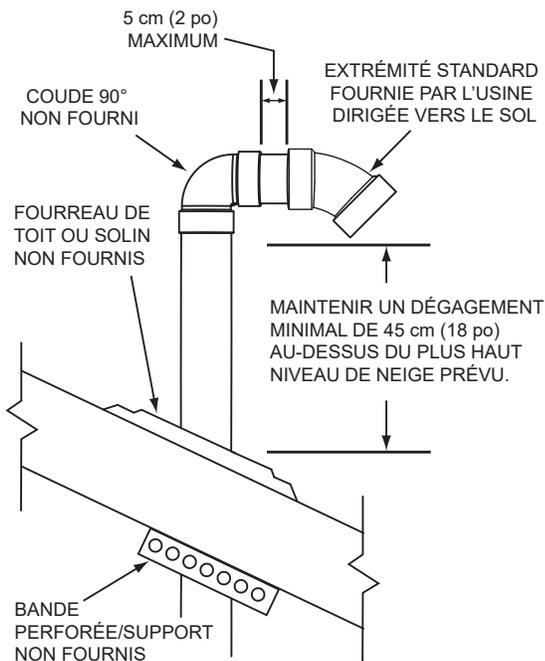
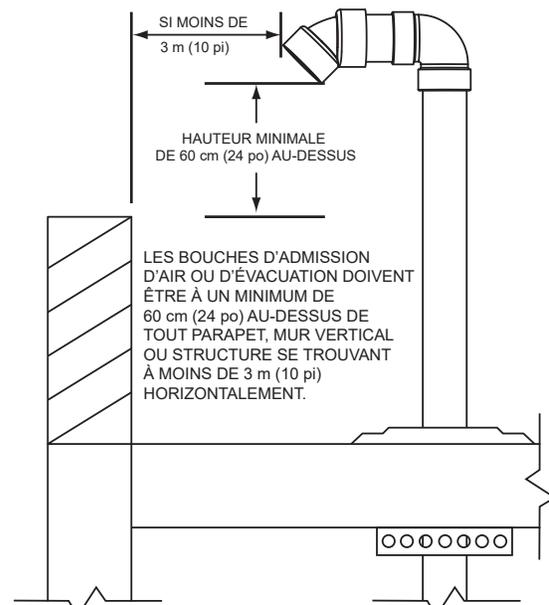
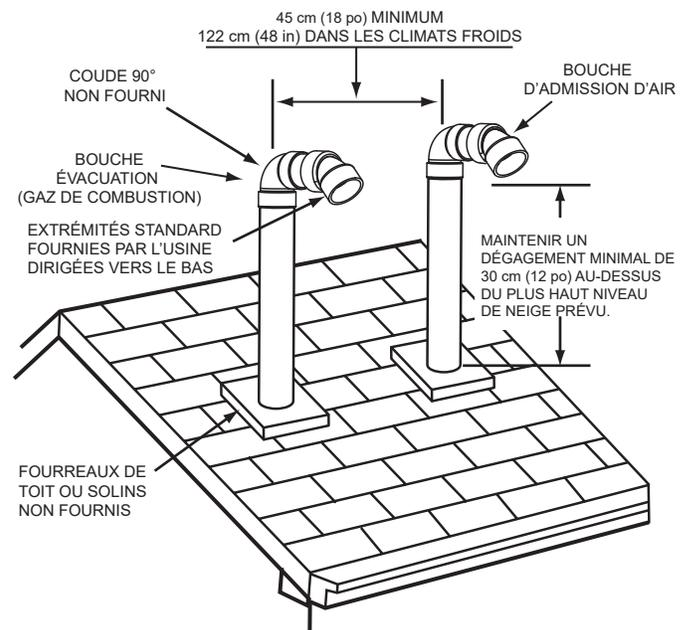

Figure 31. Installation à extrémité(s) verticale(s)
Figure 32. Extrémité(s) verticale(s) - Dégagement sur toit plat à parapet
Figure 33. Extrémité verticale - Évacuation directe
2. Pour installer uniquement la tuyauterie d'évacuation (gaz de combustion) dans une configuration à dispositif d'évacuation mécanique vertical à travers le toit, s'assurer que tous les dégagements verticaux extérieurs prescrits, illustrés à la **Figure 31** et la **Figure 32** (page 37), sont bien respectés. Ces dégagements et ceux cités par les codes locaux et nationaux doivent être maintenus.
Remarque : Pour les installations sur toits-terrasses, la bouche d'évacuation doit être d'un minimum de 60 cm (24 po) au-dessus de tout parapet, tout mur vertical ou toute structure se trouvant à moins de 3 m (10 pi) horizontalement. Voir **Figure 32**.
3. Pour installer la tuyauterie d'admission d'air et d'évacuation dans une configuration à évacuation directe verticale à travers le toit, s'assurer que tous les dégagements verticaux extérieurs prescrits, illustrés aux **Figure 31**, **Figure 32** (page 37) et **Figure 33** (page 37), sont bien respectés. Ces dégagements et ceux cités par les codes locaux et nationaux doivent être maintenus.
Remarque : Pour les installations sur toits-terrasses, les bouches d'évacuation et d'admission d'air doivent être d'un minimum de 60 cm (24 po) au-dessus de tout parapet, tout mur vertical ou toute structure à moins de 3 m (10 pi) horizontalement. Voir **Figure 32**.
- A. La bouche d'évacuation doit être orientée vers le bas comme illustré à la **Figure 31** et la **Figure 32**.
- B. Le bord inférieur de la bouche d'évacuation doit être d'un minimum de 30 cm (12 po), 45 cm (18 po) au Canada, au-dessus du niveau moyen ou attendu de la neige comme illustré à la **Figure 31**.
- A. Les tuyaux d'admission d'air et d'évacuation doivent pénétrer le même côté du toit comme illustré à la **Figure 33** (page 37).
- B. Les bouches d'admission d'air et d'évacuation doivent être orientées vers le bas et dans le même sens comme illustré à la **Figure 33** (page 37).
- C. Les bouches d'admission d'air et d'évacuation doivent avoir une séparation minimale de 61 cm (24 po) mesurée entre leurs axes médians comme illustré à la **Figure 33**. Dans les climats plus froids, cette séparation doit être augmentée jusqu'à au moins 122 cm (48 po).
- D. Le bord inférieur des bouches d'admission d'air et d'évacuation doit être d'un minimum de 30 cm (12 po), 45 cm (18 po) au Canada, au-dessus du niveau moyen ou attendu de la neige comme illustré à la **Figure 31** ci-dessous.
La distance entre les bouches d'évacuation et d'admission d'air les plus proches doit être d'un minimum de 61 cm (24 po) comme illustré à la **Figure 33**. Dans les climats plus froids, cette séparation doit être augmentée jusqu'à au moins 122 cm (48 po).
8. Suspendre le ou les tuyaux par le centre du trou à l'aide d'un cerclage en métal ou de matériaux de support équivalents comme à la **Figure 31**.
9. Enfiler un fourreau de toit ou un solin équivalent sur le tuyau, sécuriser le fourreau ou le solin équivalent au toit (voir **Figure 31**) et sceller autour du solin.
10. Poser la ou les bouches d'admission d'air et/ou d'évacuation fournies par le fabricant à l'aide de tuyau (non fourni) et d'un coude à 90° (non fourni) comme illustré à la **Figure 31**. La section courte du tuyau
qui raccorde le coude de 90° (non fourni) et la bouche fournie par l'usine ne doit pas être de longueur excessive. La portion exposée de ce tuyau sera inférieure à 5 cm (2 po). Voir **Figure 31**.